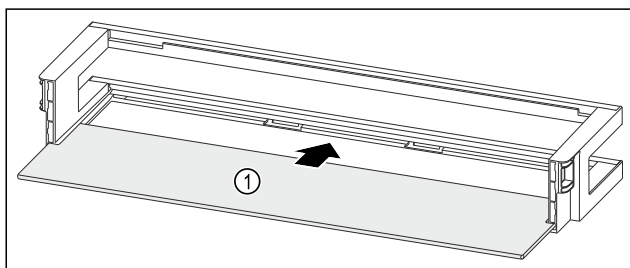

Fig. 134 Balconcino controporta con ripiano
- Inserire il ripiano Fig. 134 (1) negli incavi laterali.